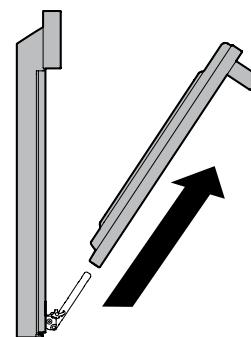

Figure 43: Enlever la porte
4. Tirez le bas de la porte vers vous tout en faisant tourner le haut de la porte vers l'appareil pour dégager complètement les leviers de charnière (Figure 43).
1. Tenez fermement les deux côtés de la porte. N'utilisez pas la poignée de la porte (Figure 43).